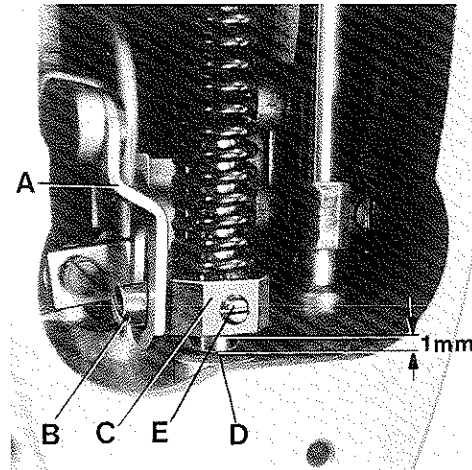
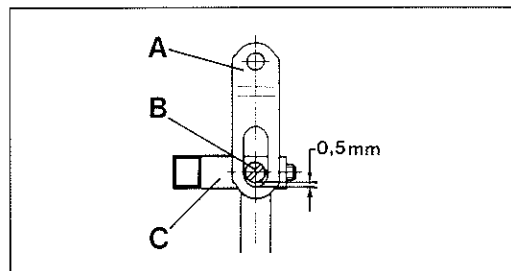

Fig.29
Fig.29A
With needle bar at bottom of stroke and presser foot resting squarely on throat plate, there should be a minimum clearance of 0,5 mm (.020 in.) between slot end of link (A, Fig. 29 and 29A) and shank screw (B) in presser bar connection and guide (C) when the foot lifter lever is released. At this time, there should also be at least 1 mm (.040 in.) clearance between bottom of presser bar connection and guide (C) and top of presser bar bushing (D).
If adjustment is needed, proceed as follows: Loosen set screw (E, Fig. 29) in presser bar connection and guide (C). Then, while pressing the presser foot down firmly, pry up presser bar connection and guide (C) with a screwdriver to obtain the described setting dimensions and tighten set screw (E) securely.
Bei am unteren Hubende stehender Nadelstange und direkt auf der Stichplatte aufliegendem Drückerfuß, soll zwischen dem Schlitzende des Gelenks (A, Fig. 29 und 29A) und der Zapfenschraube (B) in der Drückerfußstangen-Verbindung und Führung (C) ein Mindestabstand von 0,5 mm sein (siehe Fig. 29A), wenn der Fußlifterhebel losgelassen ist. Gleichzeitig muß zwischen der Unterseite der Drückerfußstangen-Verbindung und Führung (C, Fig. 29) und der Oberseite der Drückerstangenbuchse (D) ein Abstand von mindestens 1 mm sein.
Ist eine Einstellung notwendig gehen Sie wie folgt vor: Lösen Sie den Gewindestift (E, Fig. 29) in der Drückerfußstangen-Verbindung und Führung (C). Dann hebeln Sie mit einem Schraubendreher, während Sie den Drückerfuß fest nach unten drücken, die Drückerfußstangen-Verbindung und Führung (C) nach oben, um die beschriebenen Einstellmaße zu erhalten und ziehen den Gewindestift (E) gut an.